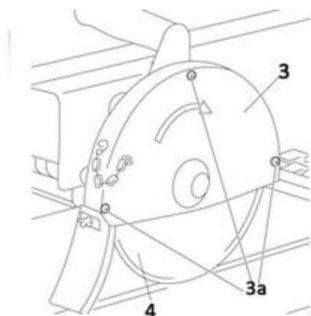

Fig.11
• Cambiar la cuchilla de corte (Fig.11)